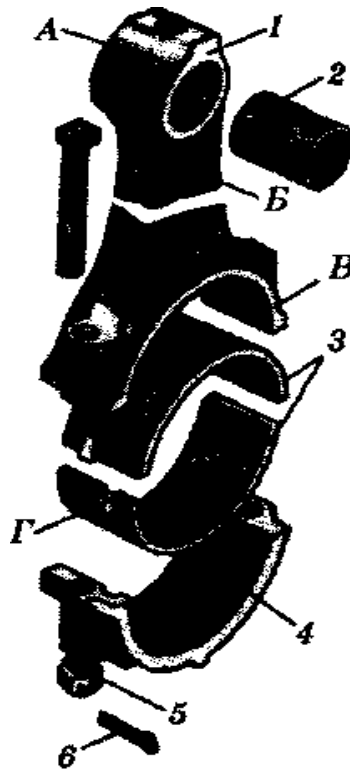

Рис. 2. Схема шатуна з вкладишами:
- 4.4. Розгляньте шатун. Знайдіть отвори для розбризкування оливи з нижньої головки шатуна, позначки на шатунах (див. рис. 2).